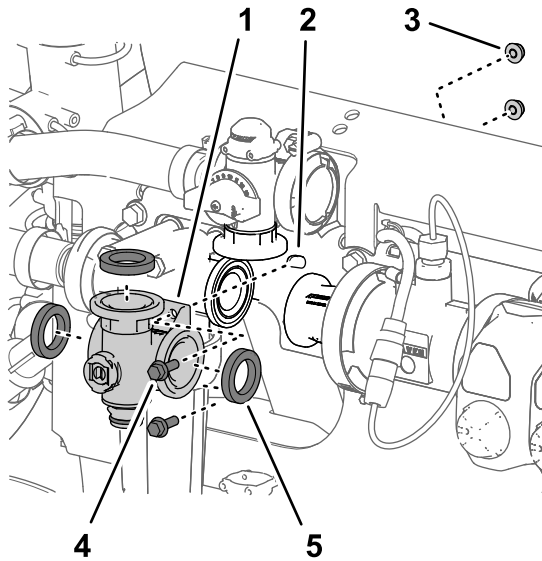

Bild 119
- Entfernen Sie die zwei Bundkopfschrauben ($\frac{1}{4}'' \times \frac{3}{4}''$) und die zwei Sicherungsbundmutter ($\frac{1}{4}''$), mit denen der Rührwerkventilverteiler an der Ventilstütze befestigt ist (Bild 119).
- Nehmen Sie den Rührwerkventilverteiler und die Dichtungen von der Maschine ab (Bild 119).